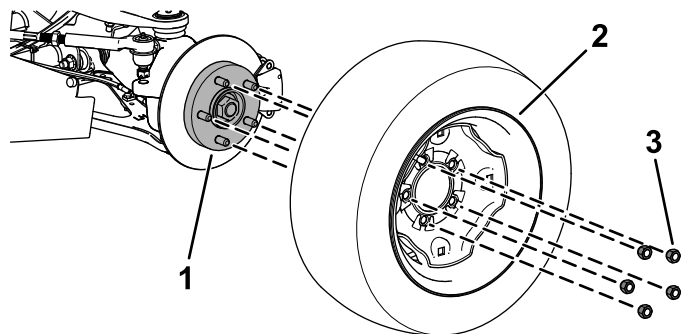

Figura 2
2. Retire las tuercas que sujetan la rueda al cubo (Figura 2).